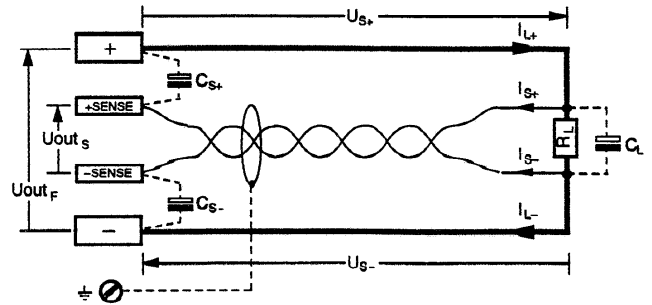

Bild 2.3 Lastanschluss mit Fühlerbetrieb
- Für den Betrieb mit Fühlerleitungen gelten die im **Bild 2.3** aufgeführten **Parameter** und **Grenzwerte**.
- Durch je einen Kondensator (C_{S+}, C_{S-}) zwischen **SENSE-** und **Ausgangsklemme** (siehe Bild 2.3) können Sie den **Regelschwingungen** entgegenwirken.